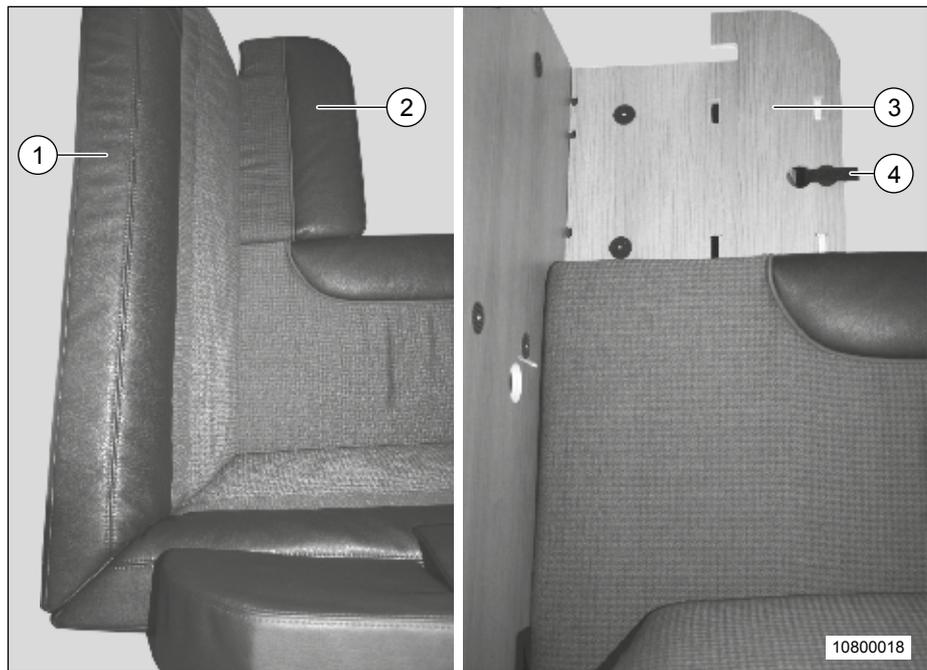

Fig. 19 Transformation en siège additionnel
1. Enlever le coussin dossier (Fig. 19, pos. 1) de la banquette longitudinale (Fig. 18, pos. 4).
2. Enlever le coussin d'assise (Fig. 19, pos. 2).
3. Desserrer le ruban scratch (Fig. 19, pos. 4) sur le couvercle de la banquette (Fig. 19, pos. 3) et enlever le couvercle de la banquette (Fig. 19, pos. 3).
4. Ranger les coussins mobiles (Fig. 19, pos. 1 et 2) et le couvercle de la banquette (Fig. 19, pos. 3).